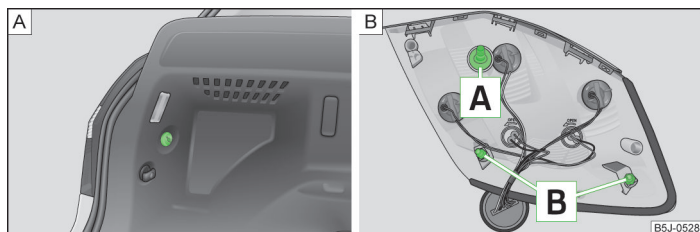

Fig. 161 Smontare/Montare le luci della retromarcia
- » Con una mano tenere ferma la luce della retromarcia e con l'altra svitare il dado in plastica » fig. 161 - .
- » Per il rimontaggio inserire dapprima il gruppo ottico posteriore con la vite » fig. 161 in avanti nella carrozzeria.
- » Con una mano tenere ferma la luce della retromarcia e con l'altra avvitare il dado » fig. 161 - e serrarla.